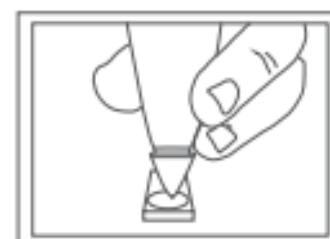

Abb. 6
6. Setzen Sie die Prüfspitze zum Kalibrieren vorsichtig rechtwinklig auf die Kalibrierscheibe, wie in Abb. 6 gezeigt. Achten Sie darauf, dass die Prüfspitze während dieses Vorgangs vollständig eingedrückt ist, um einen konstanten Druck auf die Spitze zu gewährleisten